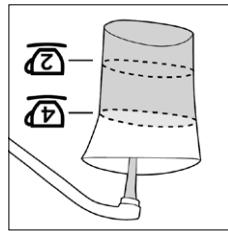

Figura 4
- La jarra para medir agua hasta la marca que indica 2 tazas (2) y vierta dentro del depósito del depósito de agua (Figura 4).
2. Para 2 porciones de espresso, llene la jarra para medir agua hasta la marca que indica 4 tazas (4) y vierta dentro del depósito del depósito de agua (Figura 4).
- La jarra para medir agua hasta la marca que indica 4 tazas (4) y vierta dentro del depósito del depósito de agua (Figura 4).